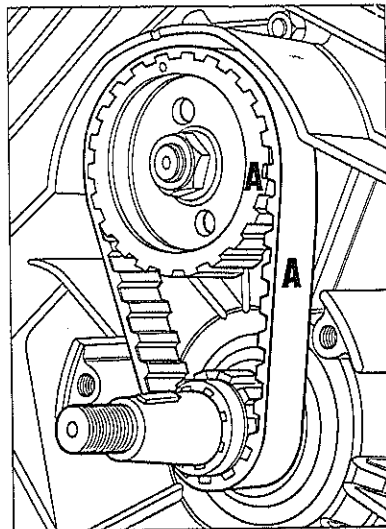
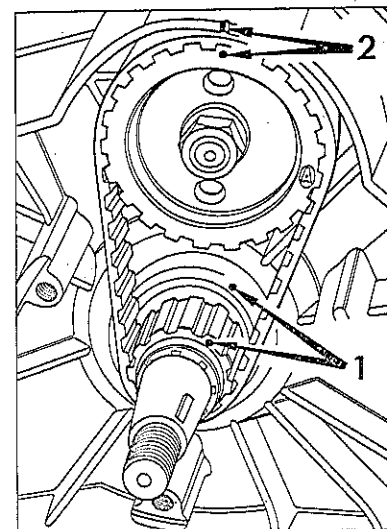

Fig. 13
Fig. 11
- 6 - Quando detto angolo è fuori tolleranza è necessario agire sul rocchetto piccolo comando distribuzione, ruotandolo in modo da trovare la tacca in fase che permetta l'introduzione del rocchetto stesso e stampigliare i nuovi riferimenti come Fig. 11.
- 1 - Orientare i 2 riferimenti sui rocchetti come (fig. 11); procedere all'estrazione del rocchetto utilizzando l'anello seeger come agancio; sostituire la cinghia **controllando che la lettera stampigliata sul rocchetto grande corrisponda a quella scritta sulla cinghia vedi (fig. 13)**; introdurre unitamente cinghia e rocchetti infilando il rocchetto piccolo con la tacca in fase alla chiavetta (fig. 11).
- 2 - **Controllare a montaggio ultimato i riferimenti della fase di distribuzione (punti 1 e 2 - fig. 11).**